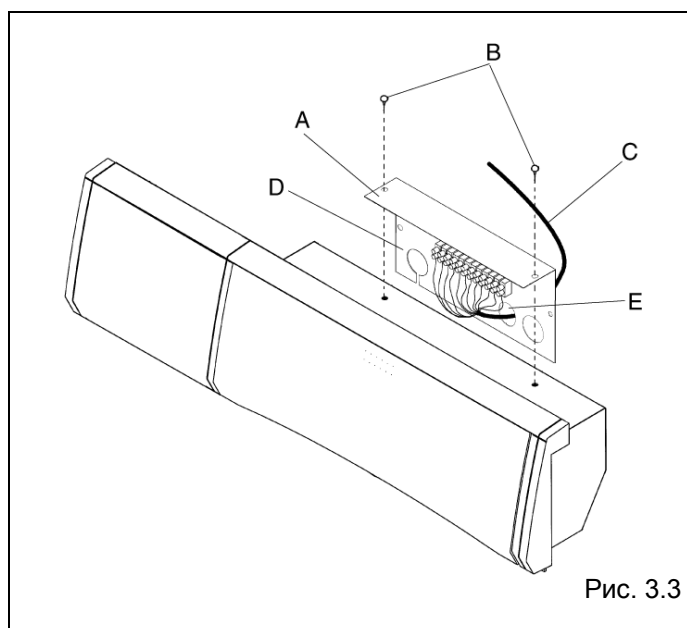

Рис. 3.3
- выньте деталь, к которой крепится клеммник (A) и которая находится в панели управления бойлера. Для этого ослабьте и выньте крепежные винты (B) (рис. 3.3)
- присоедините 5-жильный провод (C) (минимальное сечение  $0,75 \text{ мм}^2$  с двойной изоляцией) к клеммнику (D) панели управления (рис. 3.3), при этом он должен пройти через заднюю стенку бойлера, через одно из отверстий для проводов (E), которые находятся в детали, на которую крепится клеммник (A).
- установите обратно в панель управления держатель клеммника (A) и закрепите его винтами (B)